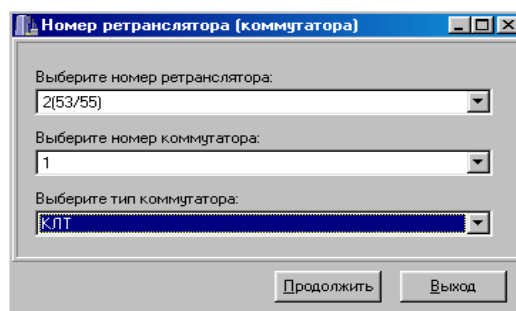

Рисунок 105
– **Ввод типа коммутатора** – устанавливает тип КН на АТС (КЛТ, КН либо КЛЦ), рисунок 105:
– **Запрос исправности КН** – команда проверки работоспособности КН на АТС (рисунок 105). Проверяется работоспособность стыка с УТОИ и групп КН.